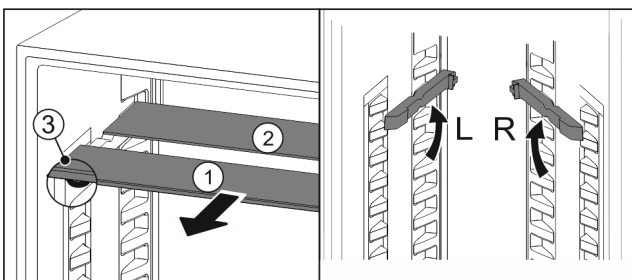

Fig. 173
- Sortir les tablettes par l'avant Fig. 173 (1).
- La tablette en verre Fig. 173 (1) avec bordure décorative est située à l'avant.
- Les butées Fig. 173 (3) sont orientées vers le bas.